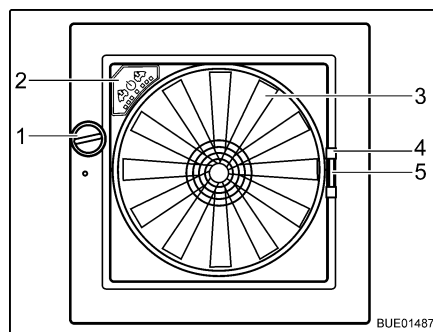

Fig. 85 Claraboya Omni-Vent
- Abrir:** ■ Girar el botón giratorio (Fig. 85,1) hasta alcanzar el ángulo de apertura deseado.
- Cerrar:** ■ Girar el botón giratorio (Fig. 85,1) hasta que la claraboya esté completamente cerrada.
- Cerrar:** ■ Tirar del tirador (Fig. 85,4) de la protección contra insectos hacia el lado opuesto del marco.
- Cerrar:** ■ Comprimir el tirador (Fig. 85,5) del oscurecedor.
Cuando la claraboya está abierta, el interior se puede ventilar y purgar de aire con el ventilador de 6 niveles (Fig. 85,3). El ventilador se maneja a través del cuadro de mando (Fig. 85,2).